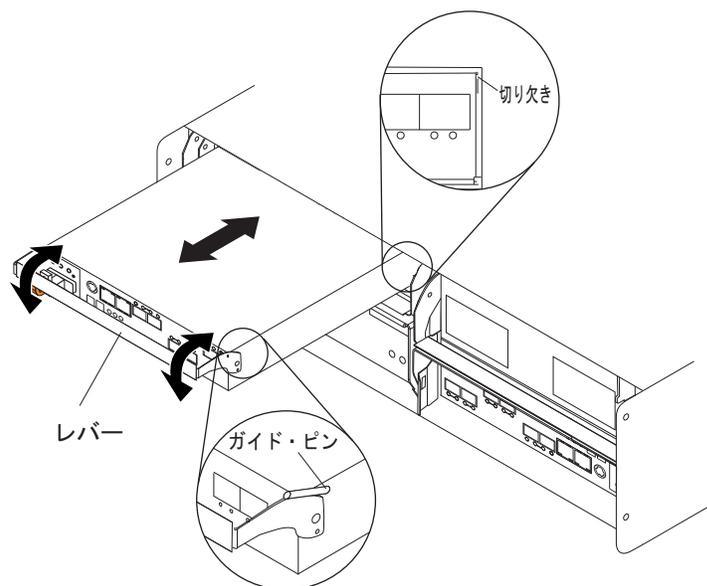

図 78. コントローラーの取り付け
- a. 1 つのコントローラーをスライドさせてストレージ・サブシステムの空のロットに入れます。図 78 に示すように、コントローラーをスライドさせて入れる際、レバーがまっすぐ引き出されていることを確認してください。